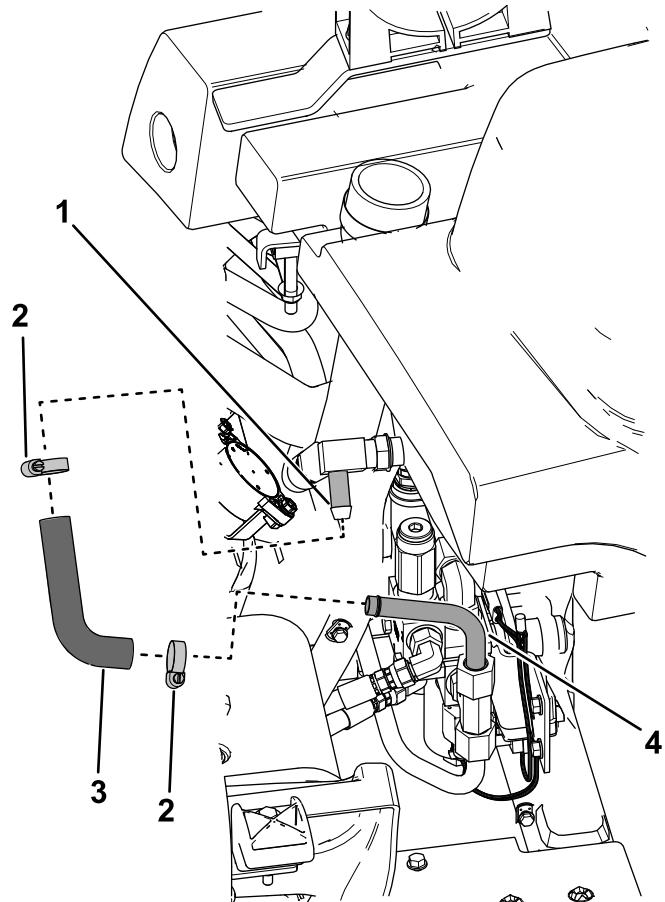
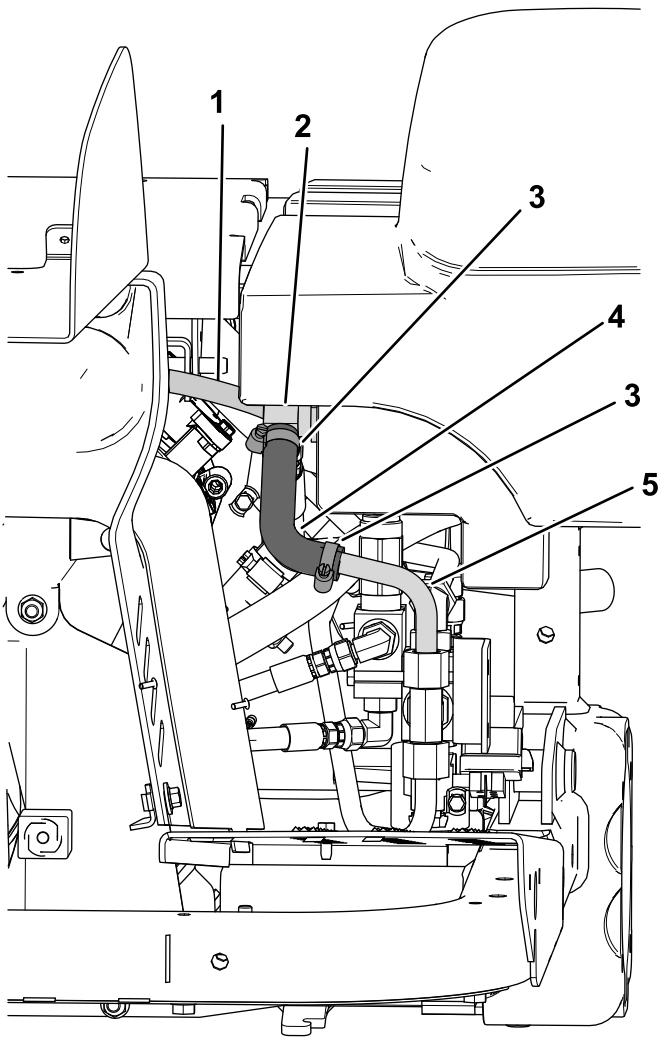

Figura 24
Figura 31
3. Collegate il tubo idraulico numero 4 al raccordo a T montato sul lato della valvola (Figura 24).
11. Fate scorrere le 2 fascette stringitubo piccole sul flessibile idraulico sagomato piccolo (Figura 24 e Figura 31).
12. Collegate il tratto lungo del flessibile sagomato al raccordo a T a 90° sul serbatoio idraulico (Figura 31).
13. Collegate il tratto corto del flessibile sagomato alla terminazione a resca del tubo idraulico numero 4 (Figura 31).
15. Collegate, senza serrarlo, il tubo (flessibile) idraulico numero 5 al raccordo a T a 90° piccolo (Figura 31).